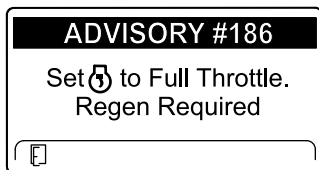

Рисунок 69
**Примечание:** Если температура выхлопа двигателя слишком низкая, на дисплее инфо-центра появится ИНФОРМАЦИОННОЕ СООБЩЕНИЕ № 186 (Рисунок 69), чтобы сообщить, что необходимо установить максимальное положение дроссельной заслонки (высокая частота холостого хода).